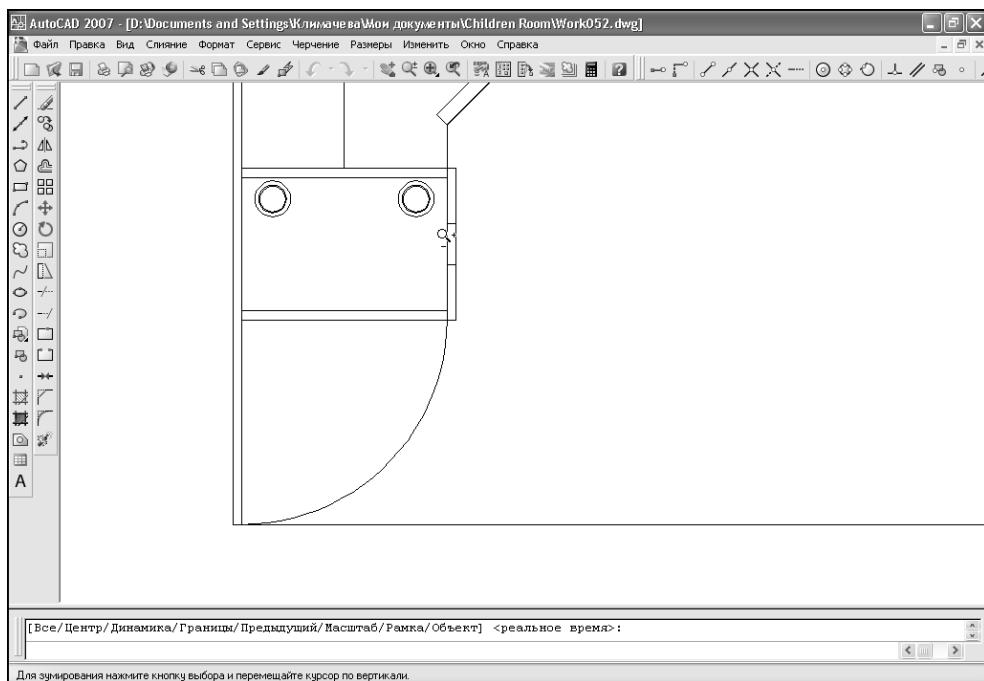

Рис. 5.43 ▼ Изменение масштаба просмотра с помощью инструмента **Зумирование в реальном времени** (Zoom Realtime)
3. Щелкните на кнопке  **Зумирование в реальном времени** (Zoom Realtime) панели инструментов **Standard** или выберите из меню команду **Вид ⇒ Зумирование ⇒ В реальном времени** (View ⇒ Zoom ⇒ Realtime). Можно также запустить инструмент **Зумирование в реальном времени** (Zoom Realtime) в командном окне, однако в этом случае сначала нужно завершить работу инструмента **Панорамирование в реальном времени** (Pan Realtime), нажав **Esc** или **Enter**. После этого можно набрать в командном окне **показать** (ZOOM) или просто **по** (Z), а затем два раза нажать **Enter**.
- Указатель примет форму лупы, рядом с которой расположен символ «±». Расположите указатель у нижней границы чертежа, затем нажмите левую кнопку и, не отпуская ее, перемещайте указатель вверх. Изображение будет увеличиваться (рис. 5.43). При этом неизменным останется положение тех элементов чертежа, которые находятся в центре экрана.